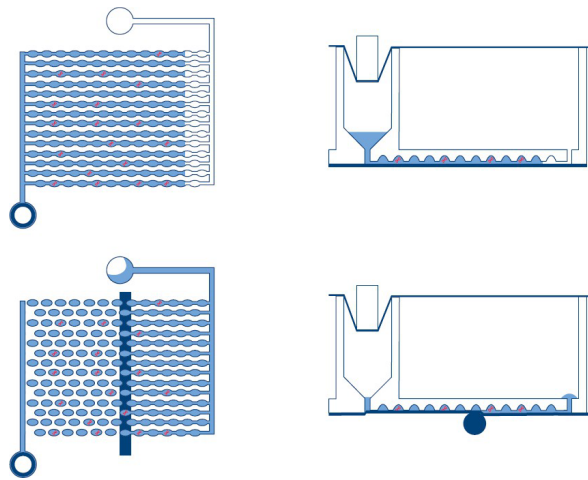

Figura 1. Esquema de enchimento e criação de partições de um poço.
- **Criação de partições:** No primeiro módulo do instrumento, os microcanais e as partições da placa são preenchidos com o material de amostra e a mistura de reação de dPCR. Isto é conseguido através de pinos de êmbolo que comprimem o vedante superior elástico da nanoplaca sobre cada poço. Isto cria uma pressão positiva que bombeia o líquido dos poços de entrada para os microcanais e as partições. Posteriormente, os canais de ligação entre as partições são vedados por ativação de um adesivo sensível à pressão através de um processo de compressão controlado por pressão (consulte a Figura 1).
- Aquisição de imagens:** O passo final do processo é a aquisição de imagens, que capta o sinal de cada partição dos poços da nanoplaca. No modo Utilitário, o utilizador pode configurar os canais de deteção e as definições de aquisição de imagens utilizando a funcionalidade de configuração de experiências no Software Suite. No modo DIV, as definições de aquisição de imagens são predefinidas para condições otimizadas, não necessitando de configuração por parte do utilizador. As partições que contêm uma molécula alvo emitem fluorescência com maior intensidade do que as partições sem alvo (consulte a Figura 1). Para obter mais informações e especificações sobre o sistema de aquisição de imagens, consulte a Secção 8 Especificações técnicas.